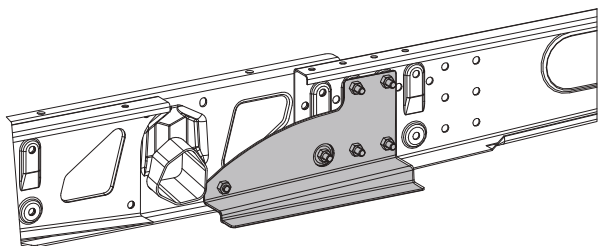

Fig. 18
- Adatto per caravan con peso fino a 1800 kg e con un telaio AL-KO M con longheroni spostabili (Fig. 18).